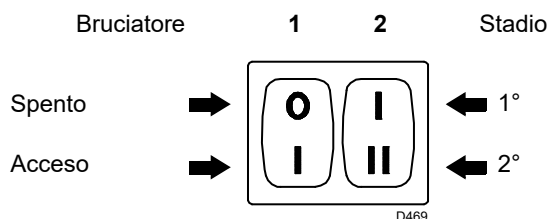
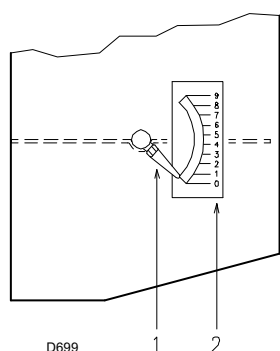
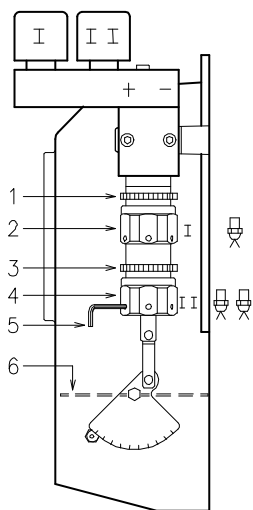

Fig. 19
Fig. 20
Fig. 21
- Avviare il bruciatore chiudendo i telecomandi e con l'interruttore 1 (Fig. 19 pag. 20) in posizione "ACCESO". La pompa deve girare nel senso della freccia riportata sul coperchio.
- Quando il gasolio fuoriesce dalla vite 3) la pompa è innescata. Fermare subito il bruciatore: interruttore 1) (Fig. 19 pag. 20) in posizione "SPENTO" ed avvitare la vite 3).
Mettere l'interruttore 1)(Fig. 19) in posizione "ACCESO".
Mantenere il bruciatore funzionante in 1° stadio mettendo l'interruttore 2)(Fig. 19) in posizione 1° stadio. L'apertura della serranda 6)(Fig. 21) va proporzionata all'ugello scelto: l'indice 1)(Fig. 20) deve trovarsi in corrispondenza della tacca 2)(Fig. 20) indicata nella tabella (Tab. D). La regolazione si ottiene ruotando l'esagono 2)(Fig. 21):
tacca 2,3 (Fig. 20) in corrispondenza con l'indice 1).
A regolazione ultimata bloccare l'esagono 2)(Fig. 21) con la ghiera 1).
N° = Tacca 2) (Fig. 20)
Mettere l'interruttore 2)(Fig. 19 pag. 20) in posizione 2° stadio e regolare la serranda 6)(Fig. 21) agendo sull'esagono 4)(Fig. 21), dopo aver allentato la ghiera 3)(Fig. 21).
per facilitare la regolazione degli esagoni 2) e 4)(Fig. 21), servirsi della chiave esagonale da 3 mm 5)(Fig. 21).